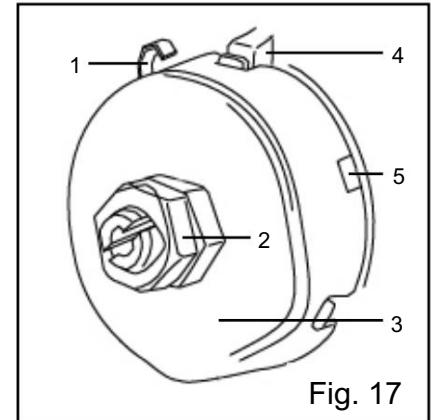

Fig. 17
RESSORT DE RETOUR DE LA BROCHE (FIG. 17)
2. Placez un tournevis dans la boucle (Fig. 17 - 1) pour maintenir le ressort en place.
3. Desserrez les deux écrous du boîtier (Fig. 17 - 2) d'environ 1/4" (6 mm).
4. Tout en maintenant fermement le boîtier du ressort (Fig. 17 - 3), tirez soigneusement le boîtier du ressort vers l'extérieur jusqu'à ce qu'il dépasse la butée surélevée (Fig. 17 - 4).
5. Tournez le boîtier de manière à ce que l'encoche suivante (Fig. 17 - 5) soit engagée dans la butée surélevée (Fig. 17 - 4).